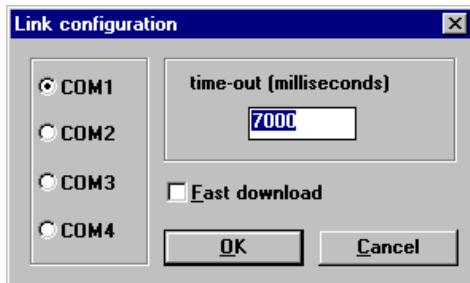

Figura 2-14: Ventana de configuración de interfaz serie
- ⇒ Compruebe que el cable de comunicación esté correctamente conectado al PC en la interfaz serie seleccionada: COM1 por defecto. Si no fuera el caso, modifique la configuración en la ventana "Link configuration" (Figura 2-14) de acuerdo con su conexión.